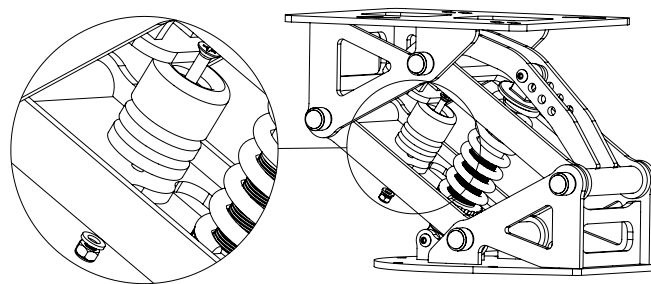

Рис. 4.
5. Установите отбойник (поз.3) и проставочные шайбы (поз.4) с помощью винта, гайки и шайбы (поз.5,(6),7,8), согласно выбранной нагрузке (таб. 1). Как показано на (рис.4).